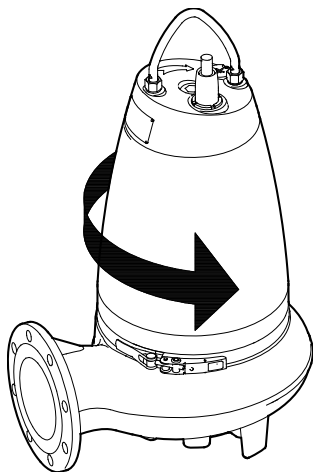

Рис. 16 Направление рывка
Проверьте направление вращения перед запуском насоса. Правильное направление вращения показывает стрелка на крышке насоса. Правильным считается вращение по часовой стрелке, если смотреть на двигатель сверху. После включения произойдёт рывок насоса в сторону, противоположную направлению вращения, см. рис. 16.
2. Включить и тут же отключить насос, следя при этом за направлением действия крутящего момента (за направлением рывка) насоса. Если насос подключен правильно, рывок будет в сторону, противоположную направлению вращения. См. рис. 16.